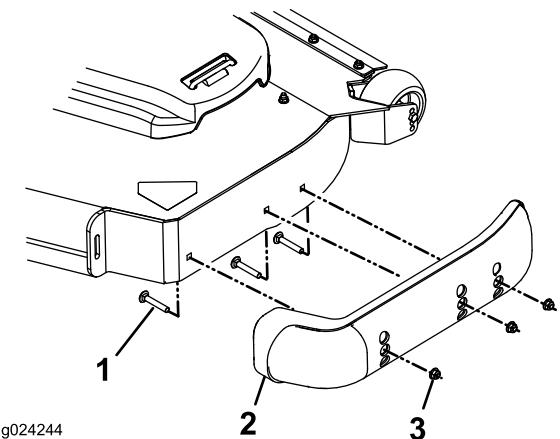

Bild 29
3. Nehmen Sie die Schlossschrauben und Muttern von jeder Kufe ab (Bild 29).